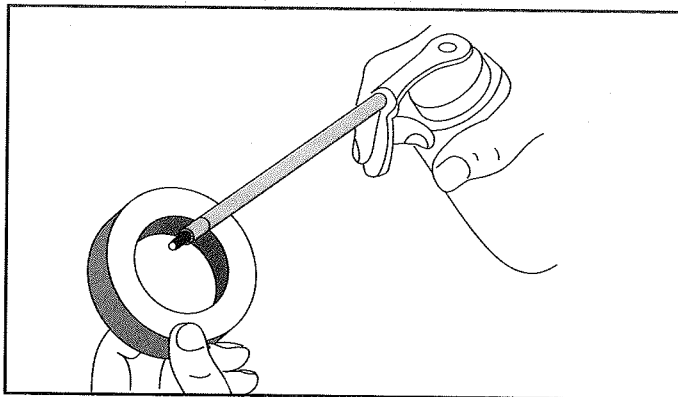

Fig. 26
4. Aplique una cantidad suficiente de aceite limpio como para cubrir ligeramente el filtro (Fig. 26).